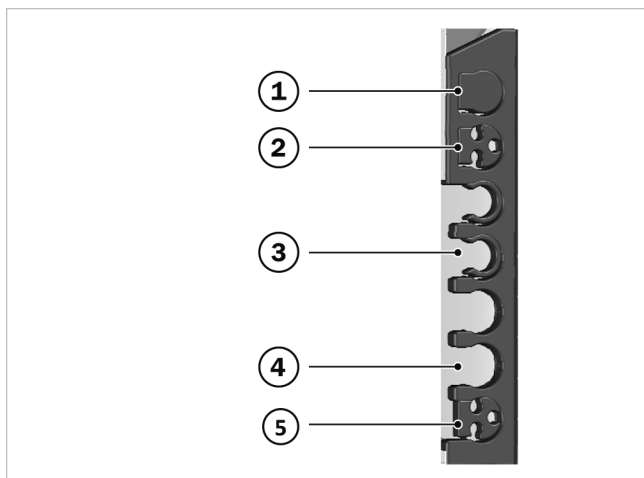

Abb.21: Einsätze der Rohrdurchführungen
4. Das andere Ende mit einer 3er Reduzierung (vgl. → Abb. 21, 2) durch eine Rohrdurchführung, wahlweise an der linken oder rechten Gestellseite, verlegen, auf ein ausreichendes Gefälle achten.
2. Gasleitung mit Hilfe einer 3er Reduzierung (vgl. → Abb. 21, 2) durch eine der oberen Rohrdurchführungen, an linker oder rechter Gestellseite, herausführen.